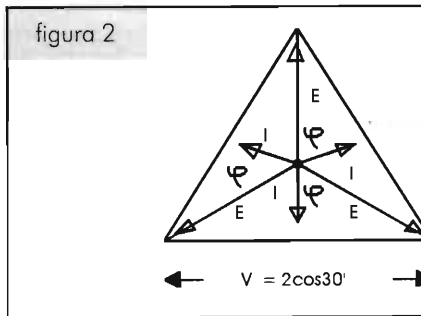

figura 2
**Z3** e mantiene fra ciascun filo di linea ed il neutro, rappresentato dal centro stella, le tensioni di fase **E1, E2, E3** che sono uguali tra di loro (sistema simmetrico - figura 2).